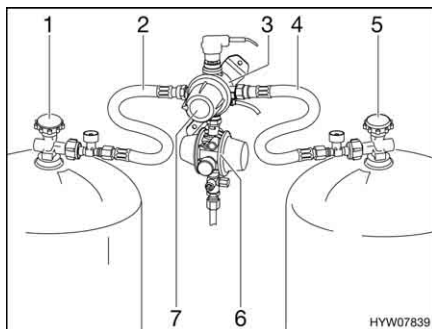
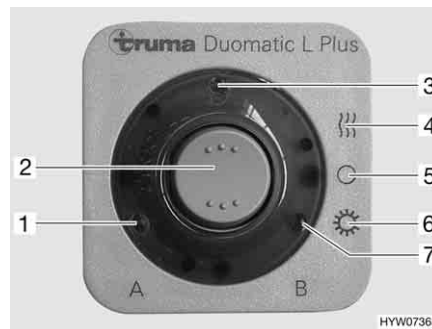

Fig. 113 Impianto di commutazione DuoComfort
Fig. 114 Centralina di controllo
L'impianto di commutazione DuoComfort è costituito da una valvola di commutazione (Fig. 113,3) e da una centralina di controllo (Fig. 114). Il regolatore centrale è montato tra il regolatore di pressione del gas (Fig. 113,6) e i tubi del gas (Fig. 113,2 e 4). Con la manopola (Fig. 113,7) sulla valvola di commutazione è possibile stabilire, quale delle bombole del gas viene utilizzata come bombola in uso e quale bombola del gas viene utilizzata come bombola di riserva.
Sulla centralina di controllo (Fig. 114) possono venire azionate solo le funzioni elettriche. Le valvole principali di arresto delle bombole del gas (Fig. 113,1 e 5) devono essere aperti manualmente.
- Aprire le valvole principali di arresto delle bombole del gas (Fig. 113,1 e 5).
- Con la manopola (Fig. 113,7) sul regolatore (Fig. 113,3) selezionare la bombola del gas, da cui proviene la principale alimentazione del gas (bombola in uso).
- Sulla centralina di controllo (Fig. 114) attivare l'impianto di commutazione DuoComfort.
Posizionare l'interruttore a bilico (Fig. 114,2) su funzionamento invernale "On e riscaldamento" (Fig. 114,4) oppure su funzionamento estivo "On" (Fig. 114,6). La valvola di commutazione è ora disareata. L'indicazione di funzionamento (Fig. 114,3) si accende.
- Portare l'interruttore a bilico (Fig. 114,2) in posizione "O" (Fig. 114,5). L'indicazione di funzionamento (Fig. 114,3) si spegne.
- Chiudere le valvole principali di arresto delle bombole del gas (Fig. 113,1 e 5).
Le spie di controllo sulla centralina di controllo (Fig. 114,1 e 7) segnalano all'interno del veicolo, se le bombole del gas sono pronte al funzionamento.